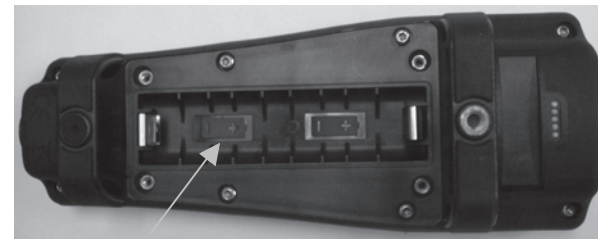

Abbildung 1. ProODO mit abgenommener Batterieabdeckung.
3. Nehmen Sie die Batteriefachabdeckung ab und setzen Sie die neuen Batterien ein; beachten Sie die Polaritätsmarkierungen am Instrument bzw. der abgenommenen Abdeckung (Abbildung 1).